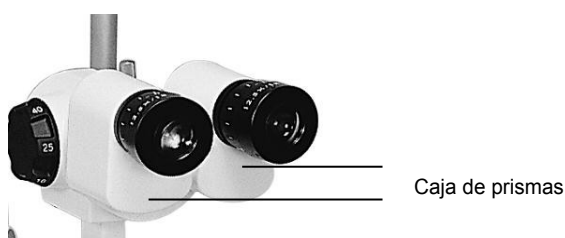

Fig 3.1.5.
- **Ajuste de IPD.** Separar la caja de prismas del microscopio para ajustar la PD y obtener una visión estéreo a través del microscopio (Fig.3.1.5).